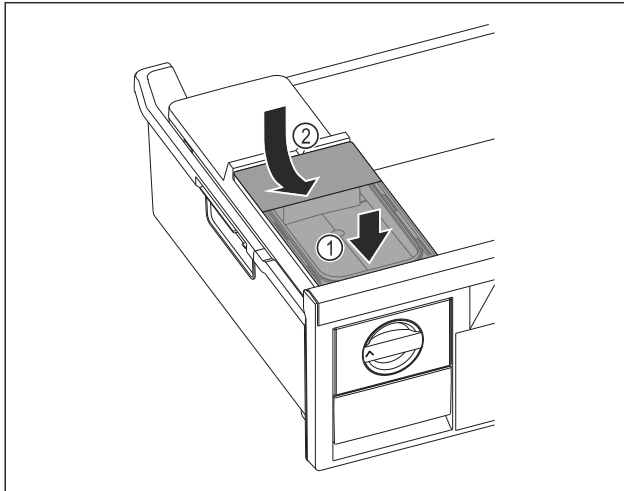

Fig. 77
- ▶ Wassertank vorne ansetzen. *Fig. 77 (1)*
- ▶ Wassertank hinten absenken. *Fig. 77 (2)*